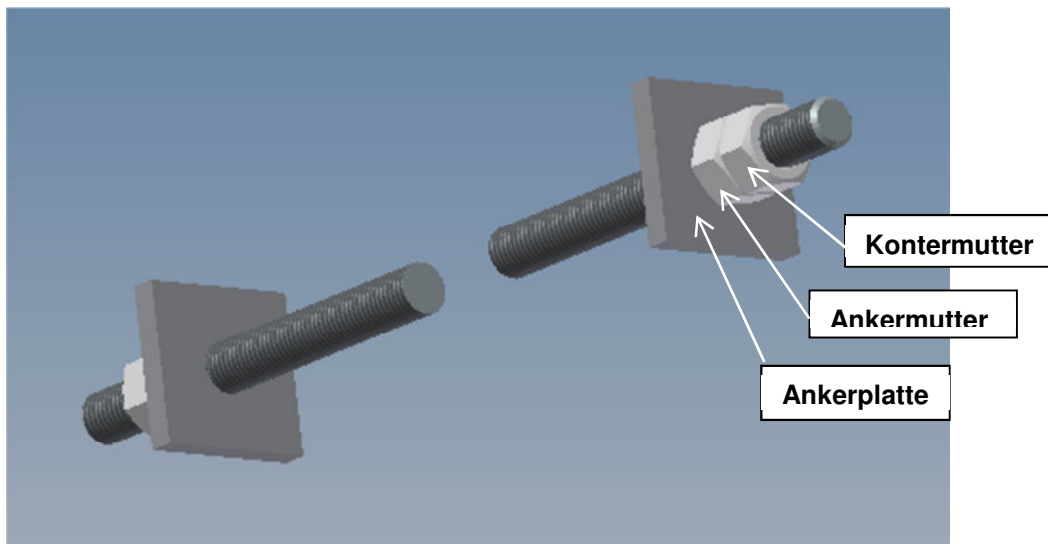

Bild 9 Abspannungselement mit Verschraubung
3.2.8 Waagrechte Abspannstäbe (Bild 9) an den Sammlern und den projektbezogenen Aufnahmepunkten gemäß dem Positionsplan nach Herstellervorschrift verankern und befestigen.